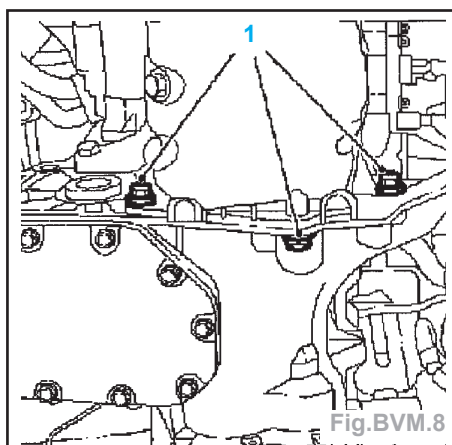

Fig.BVM.8
- Déposer le support arrière du moteur (4) (3 vis).
- Déposer la boîte de vitesses du carter d'huile (3 vis) (Fig.BVM.8).